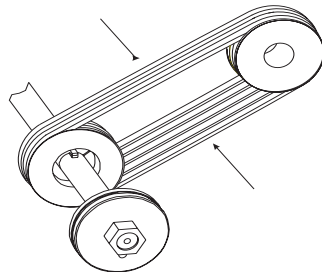

Figura 47. Ajuste/Tensión de bandas-V
2. Afloje los (4) tornillos 1-1/2" HHC (Ensamble del montaje del motor, partida 5).
7. Ajuste para la correcta tensión de la banda-V (Vea Figura 47).